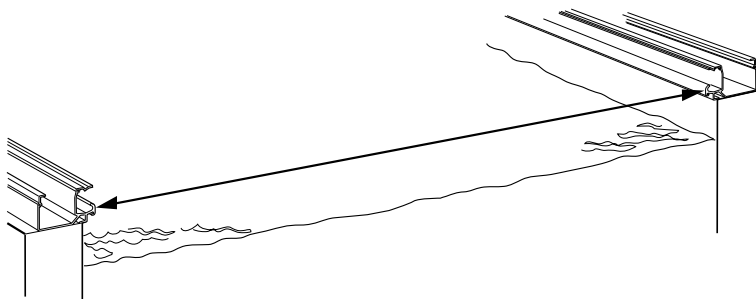

Bild 9a. Inmätning av fronskenans längd
1. Mät upp avståndet mellan löpskenorna enligt bild 9a.